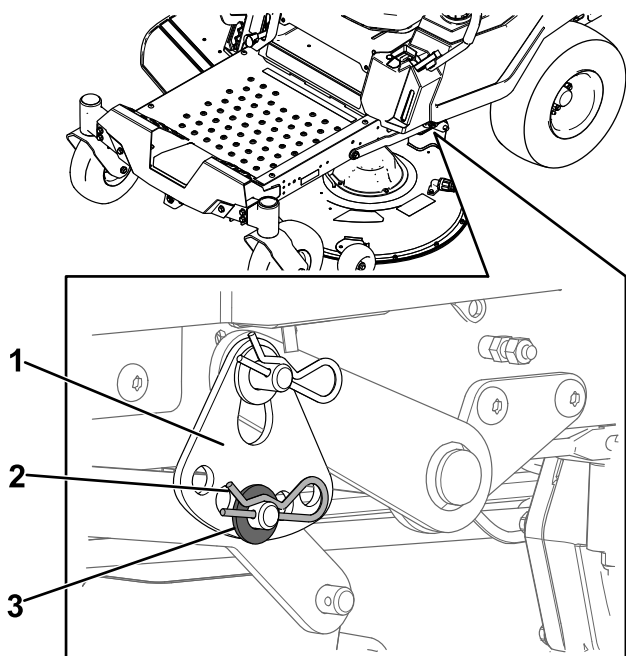

Figura 71
6. Retire la chaveta y la arandela del pasador del brazo de elevación inferior (**Figura 71**).